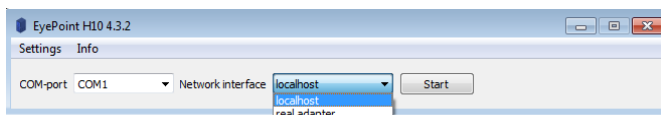

Рисунок 4. Выбор сетевого интерфейса H10.
3. В выпадающем списке "Network interface" (Сетевой интерфейс) выберите "real adapter" (реальный адаптер) и нажмите "Start" (Рисунок 4).